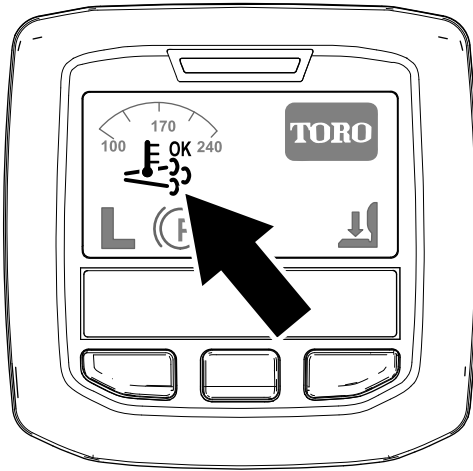

Figura 38
- El icono de regeneración asistida/de reinicio se muestra en el InfoCenter (Figura 38).